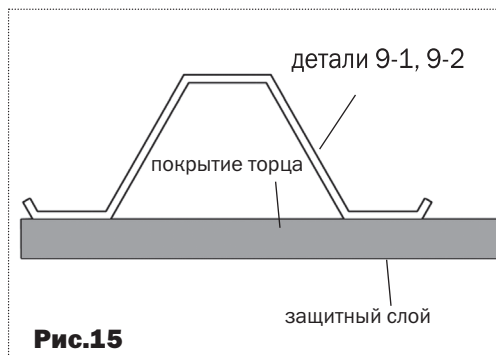
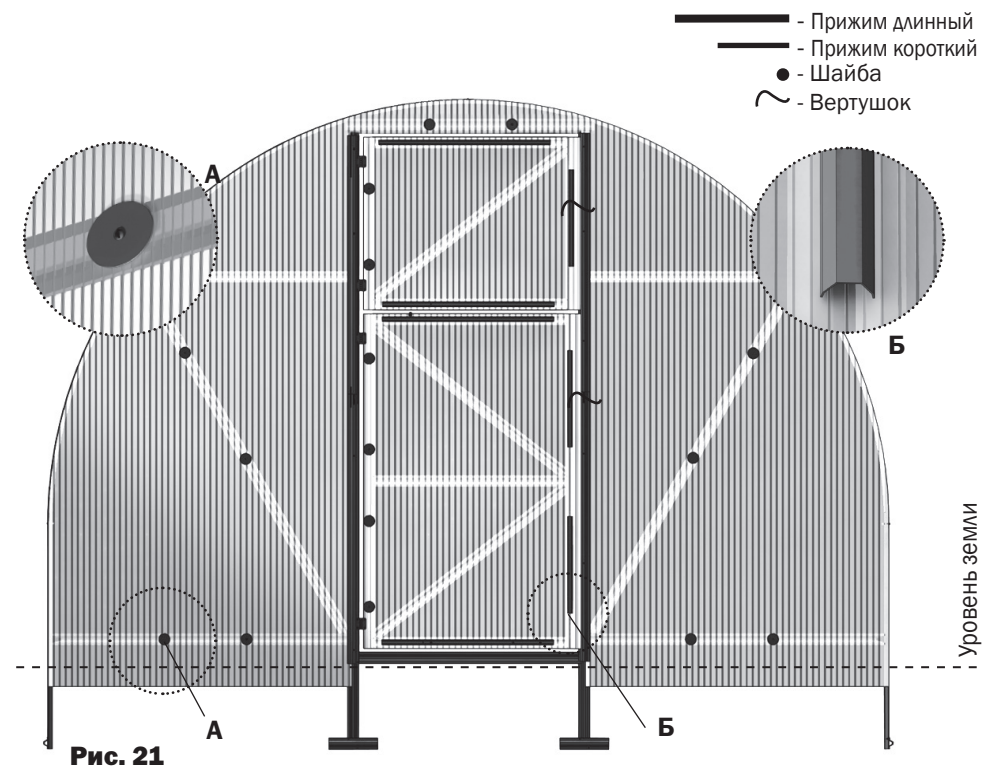

Рис.15
Рис.21
- Установите боковые куски покрытия торца в соответствии с **рис.15**. Придерживая кусок покрытия, закрепите его винтами с шайбами по деталям **11** и **8** (**рис.21**). Отверстия для винтов выполняются сверлом диаметром 4 мм изнутри теплицы через готовые отверстия в деталях каркаса.
- Состыкуйте детали **9-3** и **9-4** (**рис.16**) и установите их в соответствии с **рис.17** и **рис.20**, оставляя отверстия под вертушки. Вырежьте куски покрытия для установки над дверными проемами и установите их, закрепив шайбами (**рис.21**)
- Закрепите куски покрытия на форточках и двери по стороне навеса петлей шайбами, а про другим сторонам - прижимами (**рис.21**), предварительно закрыв соты (оклеив их скотчем). По сторонам, противоположным петлям покрытие должно выступать за каркас на 15 мм (**рис.20**)
- Шайбы и прижимы на торце устанавливаются в соответствии с **рис.21**.